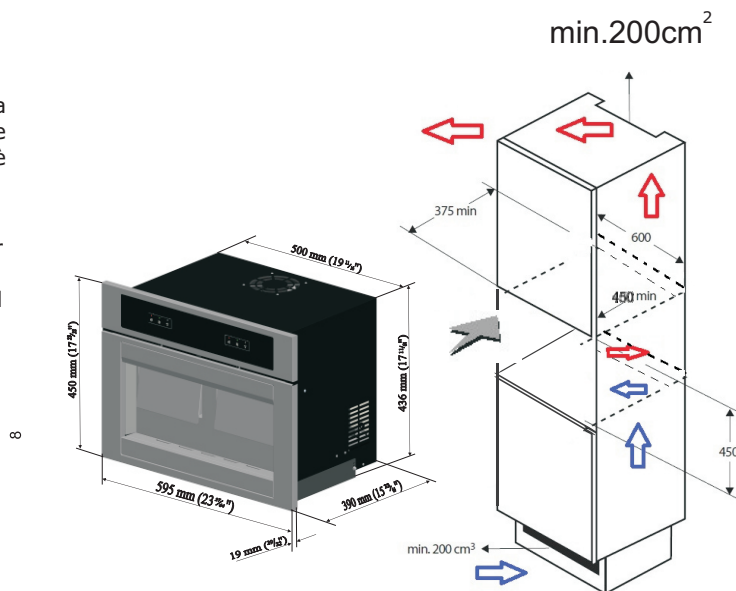

Fig.1
- Verificare la corrispondenza delle dimensioni dell'apertura per l'alloggiamento della macchina (fig.1) e garantire un ricircolo d'aria dietro al mobile: rimuovere il fondo del mobile e prevedere un grigliato sopra e sotto.